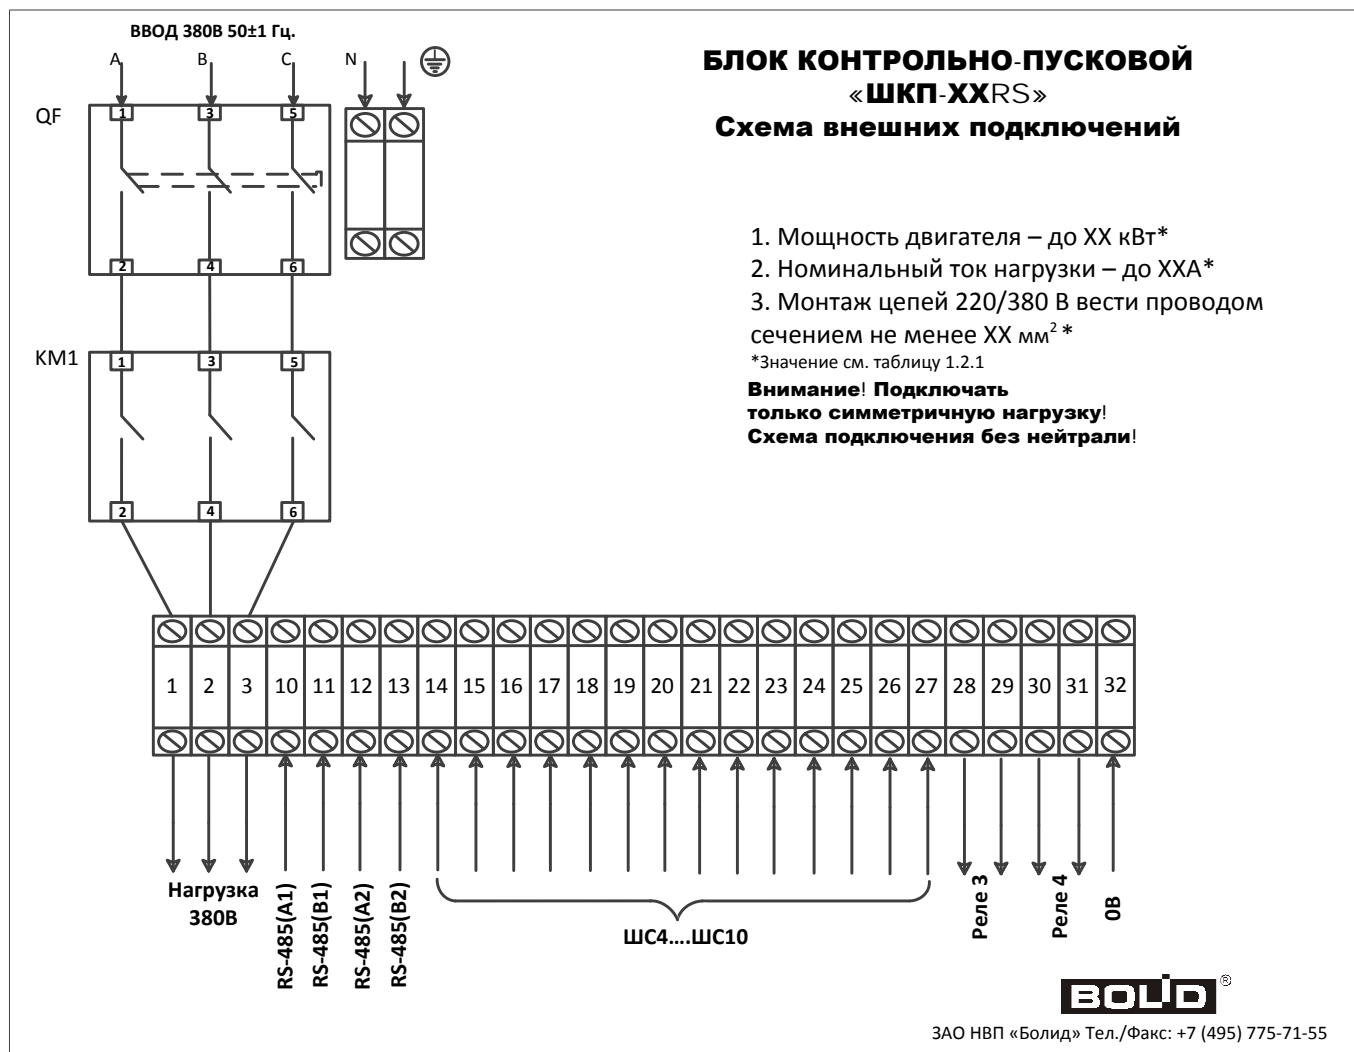

Рисунок 3. Схема подключения блоков ШКП-XXRS.
**Подключить к блокам провода питающего сетевого напряжения, цепей нагрузки и интерфейса через герметичные кабельные вводы, поставляемые в комплекте согласно схеме подключений (рисунок 3).**